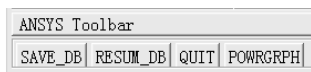

图 2-168 工具条
(25) 单击操作界面左上角处的“SAVE_DB”按钮（见图 2-168），保存文件。